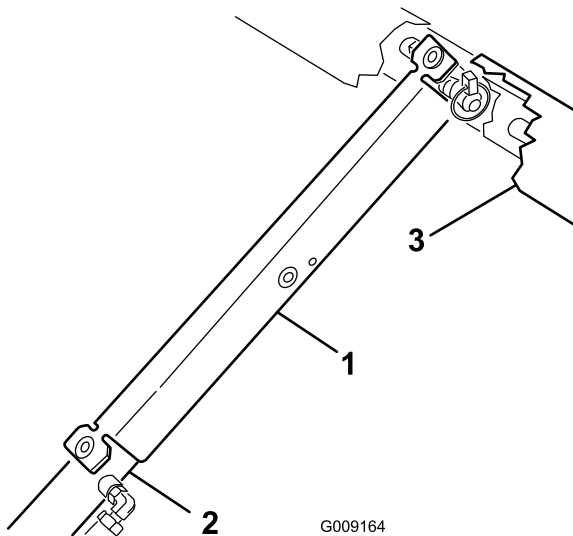

Bild 41
3. Schieben Sie die Ladepritschenstütze auf die Zylinderstange. Achten Sie darauf, dass die Stützenendnasen auf dem Ende der Zylindertrommel und auf dem Ende der Zylinderstange aufliegen (Bild 41).